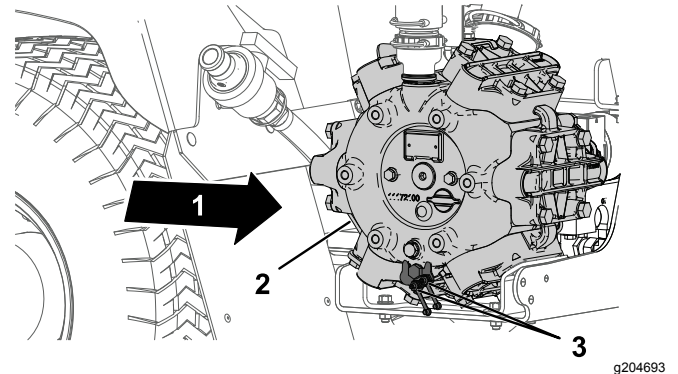

Figura 62
- Limpe os 2 bocais de lubrificação remotos (Figura 62).
- Ponto de lubrificação (2)
- Introduza o lubrificante no bocal de lubrificação remoto (Figura 62).